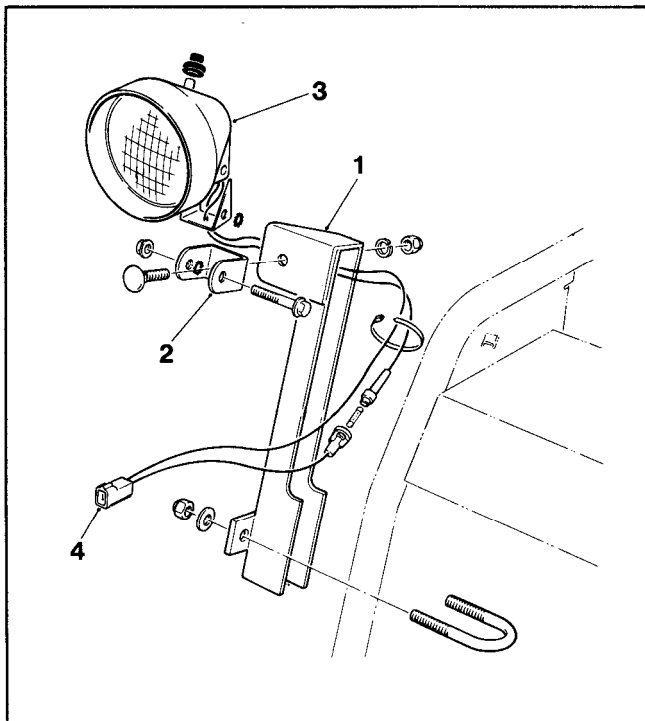

Abbildung 1
LAMPENSATZ EINBAUEN (Abb. 1)
2. Unter Verwendung des U-Bolzens, der Unterlegscheiben und der Muttern, die mitgeliefert wurden, Lichthalterung an der Griffstange befestigen, wie in Abb. 1 gezeigt.